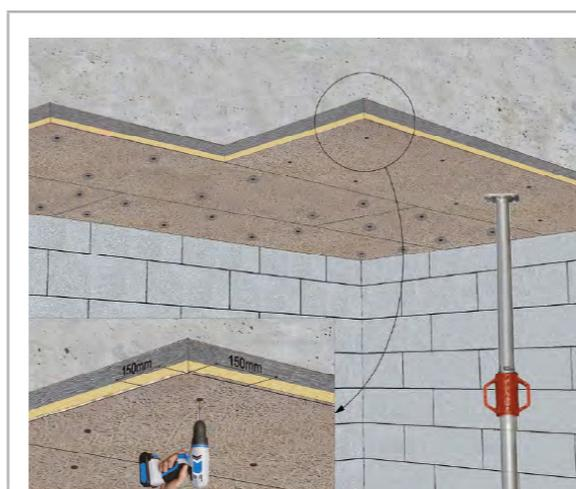

Fig. 13 : Fixation mécanique directe
Dans le cas de la mise en œuvre des panneaux dans un local chauffé, il est fortement conseillé de les commander séché pour avoir le minimum de retrait des panneaux lors de la mise en œuvre. Le principe de la pose par fixation mécanique permet de rapporter sous des planchers existants des panneaux isolants qui comme pour les techniques précédentes confèrent aux planchers des propriétés d'isolation thermique, d'isolation et correction acoustique et de résistance au feu. De la nature du support, des charges de vent et de l'aspect final recherché dépendent les types de pose et le choix des fixations. La pose en fixation mécanique s'effectue avec fixations traversantes (fig. 13 et 14).
- Mise en place des panneaux : les panneaux sont posés bord à bord à joints serrés et décalés. La pose du 1^{er} panneau s'effectue dans un angle (fig. 13 et 14). Pour les panneaux à sous-face décorative, on prendra soin d'effectuer un calepinage précis afin de répartir au mieux les joints et les coupes.
pénétration. En règle générale, les fixations sont au nombre de 8 au m² et doivent être positionnées à 15 cm minimum des bords des panneaux (fig. 13). Le perçage se fait après mise en place du panneau contre le support, tandis que celui-ci est maintenu en position haute. La mise en place des fixations se fait à l'aide d'un marteau pour les chevilles à frapper. Pour les solutions à visser, vous pouvez utiliser un perceuse ou une visseuse.